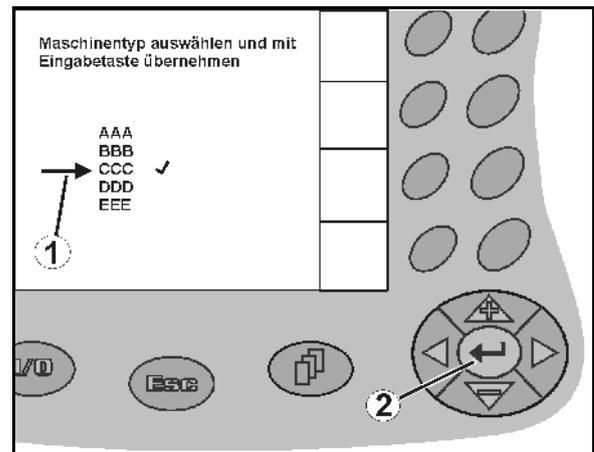

Fig. 14
1.  Posicionar la flecha de selección (Fig. 14/1).
2.  Aceptar la selección (Fig. 14/2).